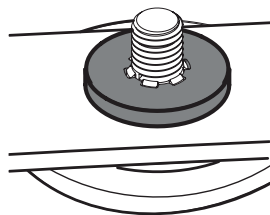

Fig. 57
- Placez soigneusement la rondelle plate sur l'arbre à broche. Veillez à ce que les cannelures à la base du filetage de l'arbre à broche soient alignées avec les cannelures de la rondelle (Fig. 57).